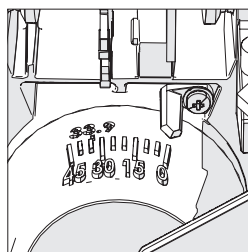

Fig. 8
- Compruebe que el cabezal de corte está en posición vertical, apoyado contra su tope, y que el puntero de bisel señala 0° en la escala (Fig. 8)